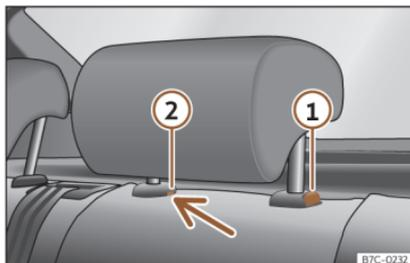

Fig. 100 Poggiatesta posteriore: smontaggio.
- Premere il tasto »»» **fig. 100** ①, premendo al tempo stesso attraverso il foro della sicura ② con un cacciavite piatto di massimo 5 mm di larghezza e rimuovere il poggiatesta.